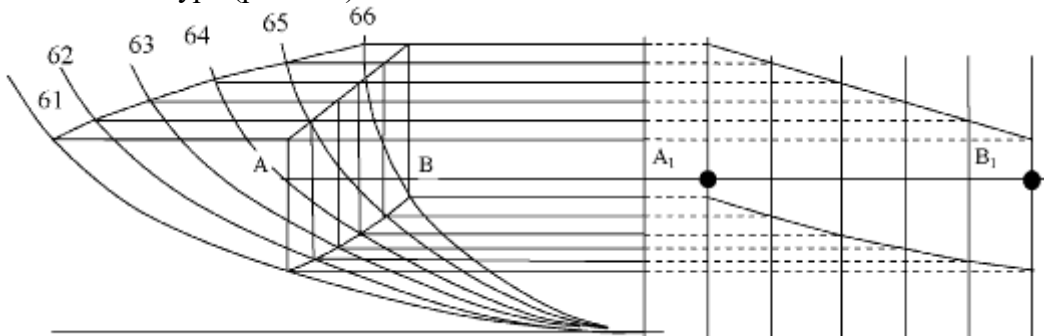

Рис. 1.3
**Пример 2.** Получить контур днищевого стрингера, изображенного на плазовом контуре (рис. 1.3).